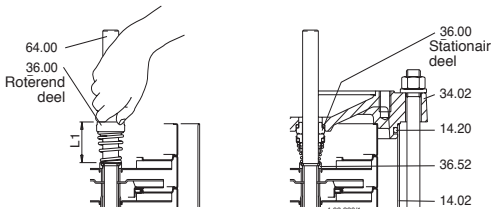

Fig. 5 Montage van de mechanical seal
Alvorens over te gaan tot demontage en montage, raadpleeg de doorsnedetekening (**paragraaf 14.**) en **fig. 5. 6.**
5. Verwijder de schroeven (61.07) en de lantaarnhouder (32.00), met ondersteuning (66.00) en koppeling (64.22) uit het bovenste deksel (34.02) en uit de as (64.00) (**fig. 5**).
Verwijder de mechanical seal (36.00), trek het roterende deel van de as (64.00) en het stationaire ring uit de deksel (34.02). Druk het roterende deel tot aan de steuning (35.52) over de as (64.00) zonder de veer in te drukken. Controleer de lengte voor en na plaatsing en licht het roterende deel op tot de juist aanvanghoogte (L1 in fig. 5). Juiste druk op de veer is gewaarborgd wanneer het stationaire deel is geplaatst en na borging van de as in de koppeling (L2 in fig. 6b).